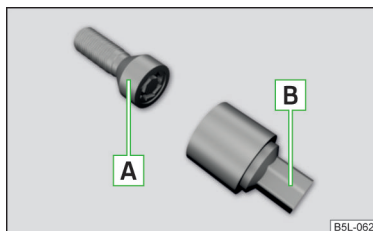

Abb. 245
Die Anti-Diebstahl-Radschrauben schützen die Räder vor einem Diebstahl. Diese lassen sich ausschließlich mit dem Aufsatzstück  » Abb. 245 lösen/festziehen.
- ▶ Den Radschlüssel bis zum Anschlag auf die Radschraube stecken. Für die Anti-Diebstahl-Radschrauben das zugehörige Aufsatzstück verwenden » **Abb. 245** auf Seite 221.